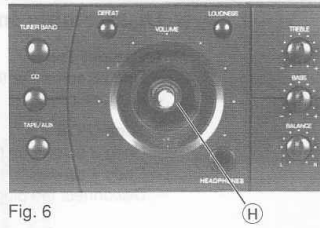

Fig. 6
- Mutter (H) (Fig. 6) abschrauben.
- Unscrew nut (H) (Fig. 6).